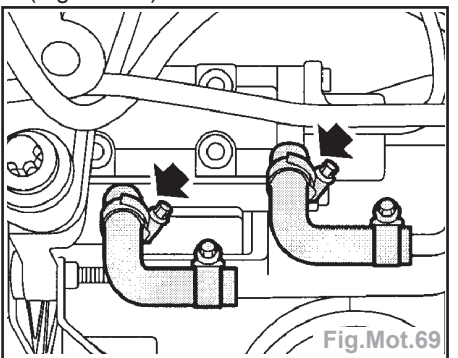

Fig.Mot.69
- Desserrer les 2 colliers et débrancher les flexibles de carburant de la pompe (Fig.Mot.69).